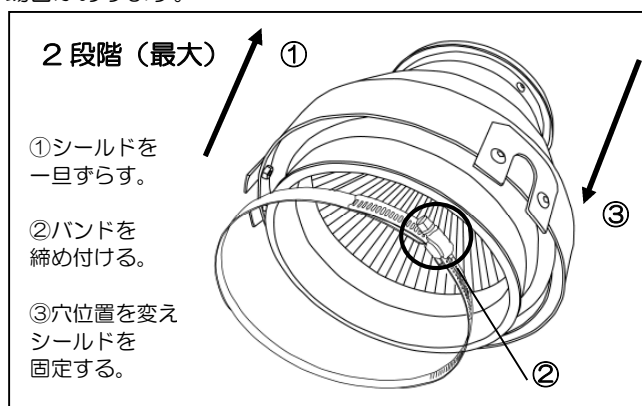

図2
- 3つのロックプレートそれぞれに2カ所ずつあるM5六角頭ビスを、付属の六角レンチを使用して外します。6カ所全て外した状態でシールドの位置を、もう一つの穴位置に来るように高さを合わせます。（図2）